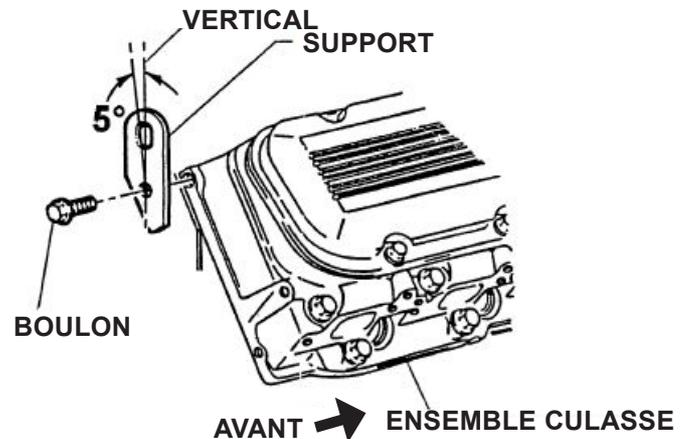

FIGURE 10
2. Serrer les boulons des crochets de levage de moteur à 35 pi-lb. Voir la figure 10.